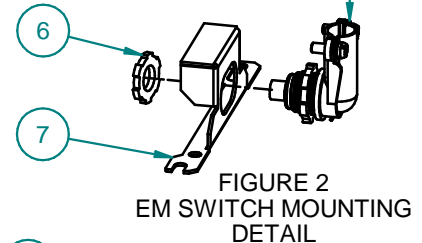

FIGURE 2
6. Squeeze two torsion springs (2) together and insert ends into two brackets (3). Make sure hole in the reflector (4) lines up with the placement of the EM switch (5). Loosen the nut (6) to adjust the position of EM Switch (5) in the bracket (7) to line up with reflector cutout (4) if required.(SEE FIG. 2)
6. Serrer les deux ressorts de torsion (2) l'un vers l'autre et enfiler les extrémités dans deux supports (3). S'assurer que le trou dans le réflecteur (4) s'aligne avec l'emplacement de l'interrupteur EM (5). Desserrer l'écrou (6) pour ajuster la position de l'interrupteur EM (5) dans le support (7) pour l'aligner au besoin avec la découpe du réflecteur (4). (REPORTEZ VOUS À LA FIG. 2)